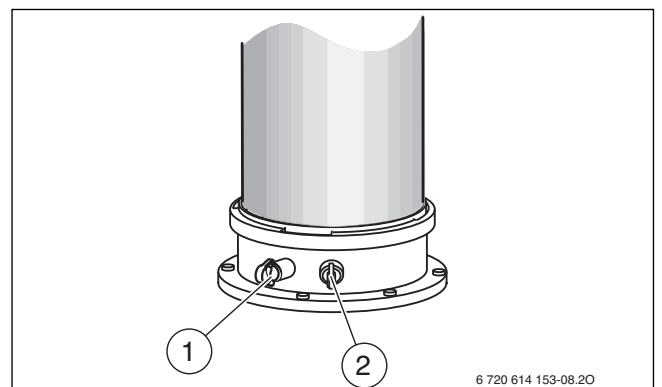

Fig. 37 Manicotto di misurazione dei gas combusti e dell'aria comburente
- ▶ Rimuovere la calotta di protezione della presa di analisi dei gas combustibili [1] (→ fig. 37).